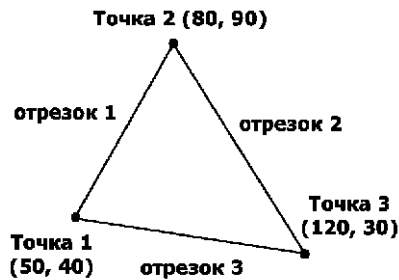

Рис. 1.25. Построение замкнутого контура
1. Вначале следует ввести в командную строку название команды **Line** и на первый вопрос системы (**Specify first point**) указать координаты первой вершины (рис. 1.25). Самый простой способ задания первой точки отрезка – указать ее с помощью мыши на видимой части графической зоны, а затем зафиксировать левым щелчком мыши. При таком выборе координат точки можно ориентироваться на счетчик координат, расположенный в левом нижнем углу – в строке состояния. В нашем случае координаты точки задаются путем ввода числовых значений в командную строку с клавиатуры (50,40).
Протокол диалога AutoCAD и пользователя в этом случае будет иметь следующий вид (листинг 1.4), а результат построений представлен на рис. 1.25.